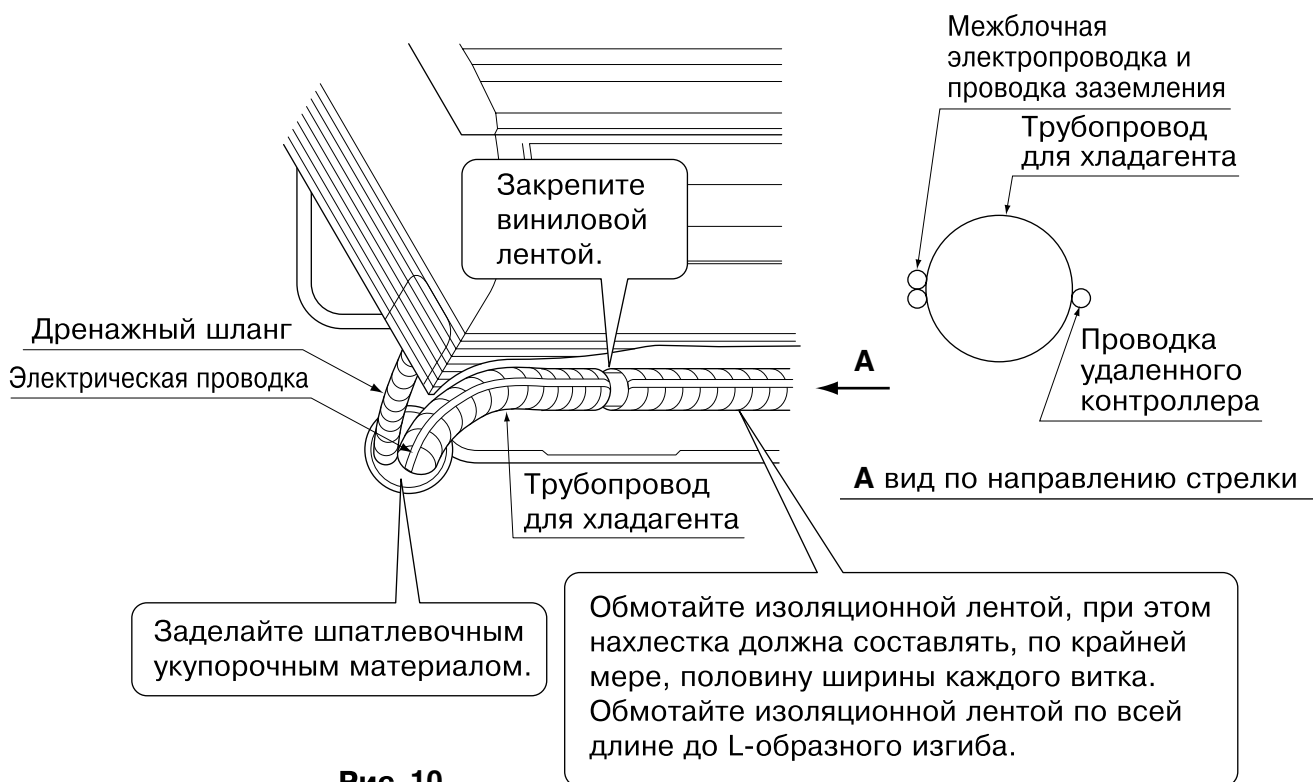

Рис. 10
(7) Просуньте межблочную электропроводку, провод заземления и проводку удаленного контроллера по направляющей для проводов через заднюю часть блока по направлению к передней части.
(8) Подсоедините трубопроводы. (См. раздел “5. РАБОТА С ТРУБОПРОВОДОМ ДЛЯ ХЛАДАГЕНТА” и рис. 10)
- Во избежание влияния шумов линии подачи питания на проводку удаленного контроллера, эту проводку следует располагать как можно дальше от проводки блоков/заземления. Располагайте электропроводку между блоками и проводку заземления вместе, как показано на Рис. 10. Располагайте проводку удаленного контроллера на достаточном расстоянии от межблочной электропроводки / проводки заземления (то есть, на другой стороне проводки заземления межблочной электропроводки). После этого надежно закрепите их на трубопроводе для хладагента.